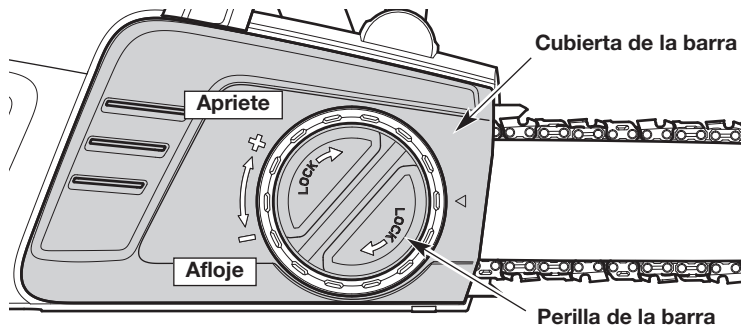
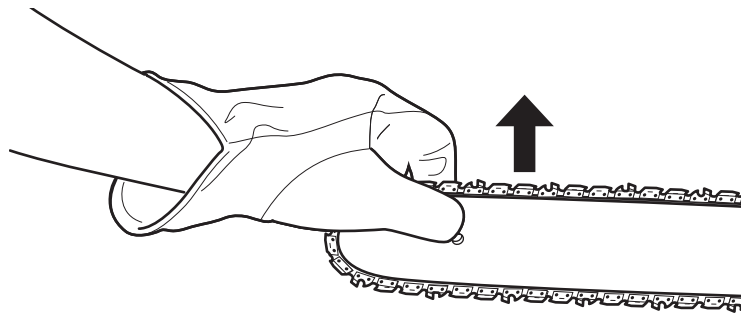
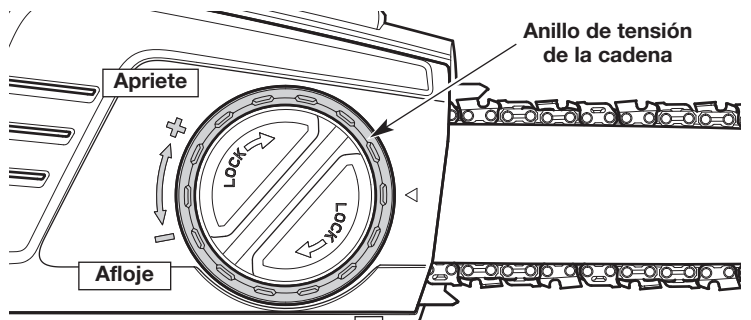
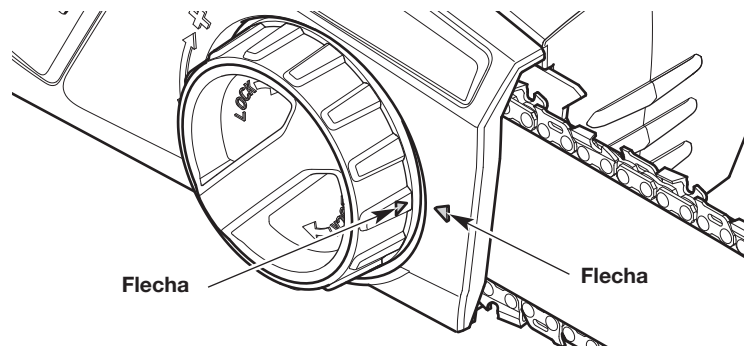

Fig. 39
Fig. 40
Fig. 41
Fig. 46
**NOTA:** Una cadena de sierra nueva tiende a estirarse y necesitará un reajuste luego de unos cinco (5) cortes. Esto es normal durante el período de ablande. El intervalo entre los ajustes futuros se alargará rápidamente.
1. Gire la perilla de la barra en el sentido contrario a las agujas del reloj para aflojar el acoplador (Fig. 39). **NO** saque completamente la tapa de la barra.
2. Sostenga la punta de la barra de guía hacia arriba (Fig. 40) y gire la perilla de tensión de la cadena para ajustar la tensión (Fig. 41).
3. Continúe sosteniendo la punta de la barra hacia arriba (Fig. 40). Gire la perilla de la barra en el sentido de las agujas del reloj para ajustar de manera segura la tapa de la barra (Fig. 39).
1. Gire la perilla de la barra en el sentido contrario a las agujas del reloj para aflojar la tapa de la barra (Fig. 39).
5. Gire el anillo de tensión de la cadena (Fig. 41) hasta que la flecha que está en el anillo quede alineada con la flecha que está en la cubierta de la barra (Fig. 46).
7. Gire el anillo de tensión de la cadena (Fig. 41) en el sentido de las agujas del reloj hasta que la cubierta de la barra esté conectada a la carcasa del motor y la barra de guía empiece a moverse hacia adelante.
8. Gire la perilla de la barra en el sentido de las agujas del reloj para apretar la cubierta de la barra (Fig. 39). **NO** apriete completamente la perilla de la barra.
10. Sostenga la punta de la barra hacia arriba (Fig. 40). Gire la perilla de la barra en el sentido de las agujas del reloj para ajustar de manera segura la tapa de la barra (Fig. 39).